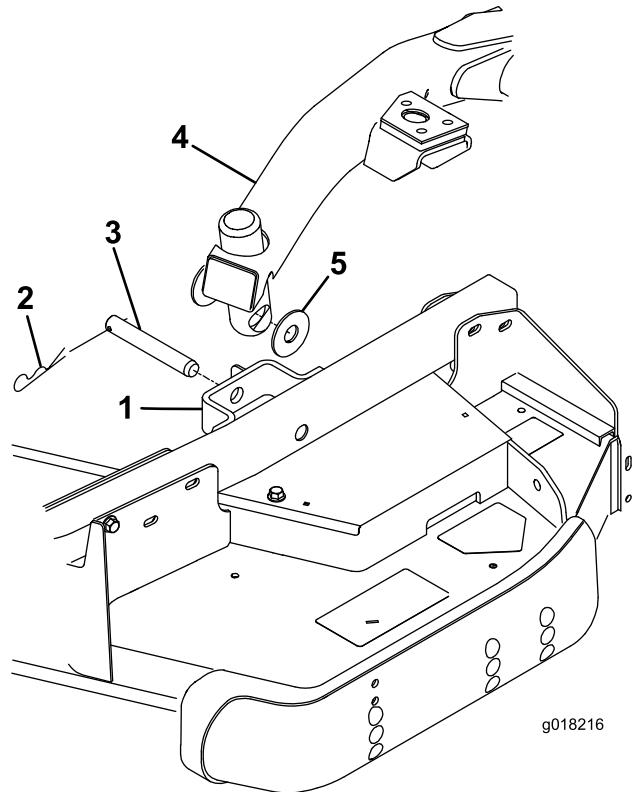

Figura 4
4. Fissate il braccio di sollevamento al braccio della ruota orientabile con 2 rondelle di spinta, perno con testa e coppiglia. Posizionate le rondelle di spinta tra il braccio di sollevamento e la staffa del braccio della ruota orientabile (Figura 4). Inserite l'estremità della coppiglia nell'apposito intaglio di ritegno presente sulla linguetta del braccio della ruota orientabile.
1. Rimuovete 2 rondelle di spinta, il perno con testa e la coppiglia da ogni staffa del braccio della ruota orientabile sull'apparato di taglio (Figura 4).
3. Portate in avanti l'interruttore di sollevamento in posizione Float. Spingete il braccio di sollevamento verso il basso in modo che i relativi fori siano allineati con quelli della staffa del braccio della ruota orientabile (Figura 4).